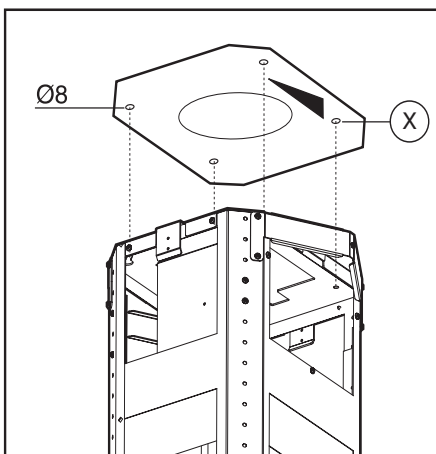

Fig.4
- Placez le gabarit de perçage au plafond, en faisant bien attention à ce que la flèche soit située du côté droit par rapport aux commandes de l'appareil (figure 4).